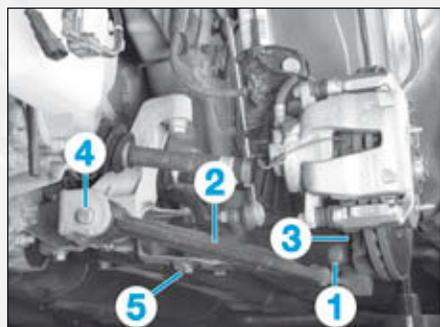

FIG.11
- le boulon (1) de la rotule du triangle (2) (Fig.11),
- Extraire la rotule du pivot (3) en faisant levier sur le triangle.
- le boulon (4) du palier horizontal avant,
- le boulon (5) du palier vertical arrière,
- le triangle (2).